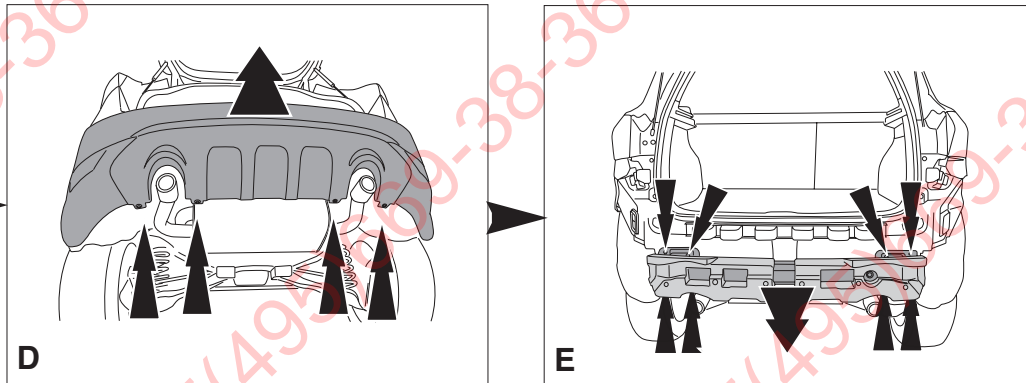

Fig.1
(see fig. 1).
1. Demonteer de achterlichtunits. Demonteer de bumper inclusief de stalen stootbalk van het voertuig, de stootbalk wordt niet meer gebruikt. Zie fig. 1.
1. Démontez les feux arrière. Déposer le pare-chocs du véhicule y compris la traverse en acier la traverse ne sera plus utilisée. (Voir fig. 1).